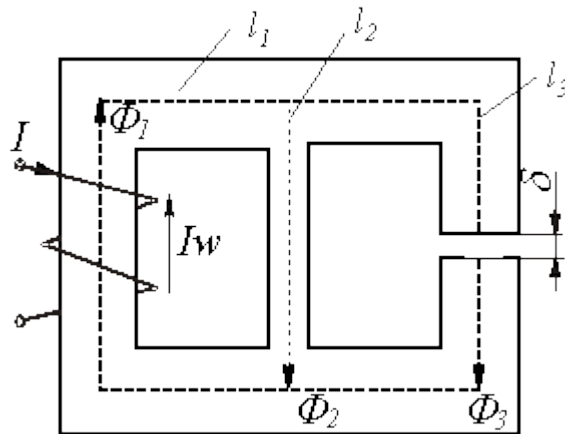
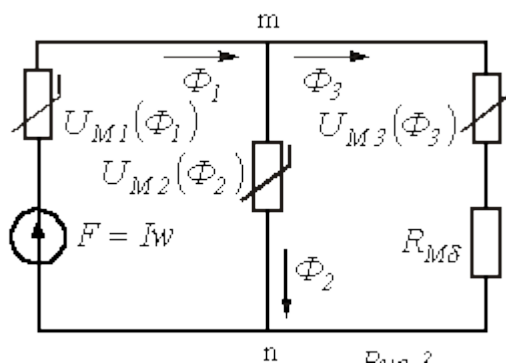

Рис. 1.2.
Рис. 1.3.
В качестве примера анализа разветвлённой магнитной цепи при заданных геометрии магнитной цепи на рис. 1.2. и характеристике $B(H)$ ферромагнитного сердечника определим НС $F = Iw$, необходимую для создания в воздушном зазоре индукции B_δ
1. Задаём положительные направления магнитных потоков в стержнях магнитопровода (см. рис. 1.2).
Замена магнитной цепи эквивалентной электрической схемой замещения (см. рис. 1.3, на котором приведена схема замещения магнитной цепи на рис. 1.2) позволяет решать задачи данного типа с использованием всех графических методов и приёмов, применяемых при анализе аналогичных нелинейных электрических цепей постоянного тока.